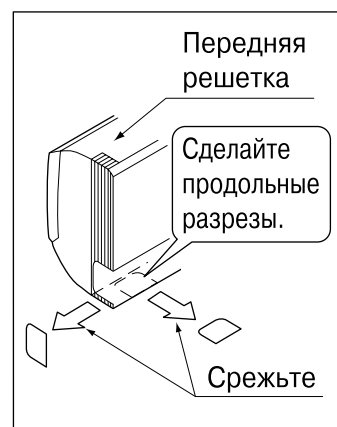

Рис. 4
- Проконтролируйте расположение отверстия, сверяя его с имеющимся бумажным шаблоном для монтажа (3).
- Временно прикрепите установочную панель (1) на месте установки на бумажном шаблоне для монтажа (3) и используйте уровень для того, чтобы обеспечить расположение дренажного шланга горизонтально или слегка с наклоном.
- Прикрепите установочную панель (1) к стене с использованием винтов или болтов.
- С использованием станковых винтов для установочной панели (2) прикрепите панель при помощи не менее 4 винтов с каждой стороны (всего 9 винтов) на рекомендуемую подкладку установки на прилагаемом бумажном шаблоне для монтажа (3).
#### (3) Если для трубопровода используется положение слева, снизу слева, справа или сверху справа, сделайте сквозное отверстие для трубопровода в передней решетке. (См. рис. 4)